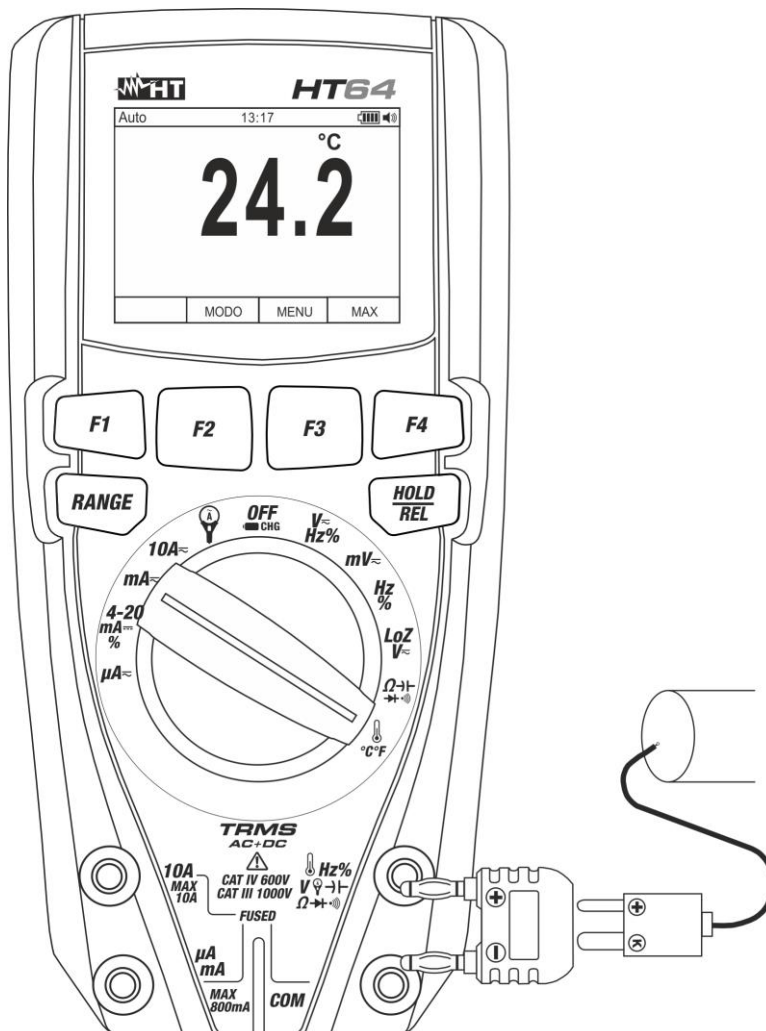

Fig. 29: Uso do instrumento para a Medição de Temperaturas
3. Inserir o adaptador fornecido nos terminais de entrada Hz% V → Ω → (polaridade +) e **COM** (polaridade -) (ver Fig. 29)